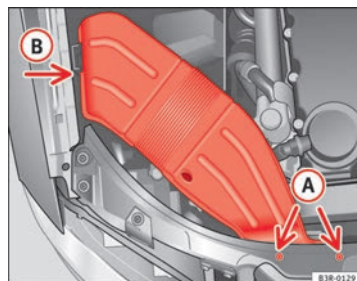

Fig. 204 Conducción de ventilación en el lado derecho del vehículo
- Desenrosque los tornillos (A) ⇒ fig. 204.
- Separe la conducción de ventilación de la guía (B) y extráigala. ■